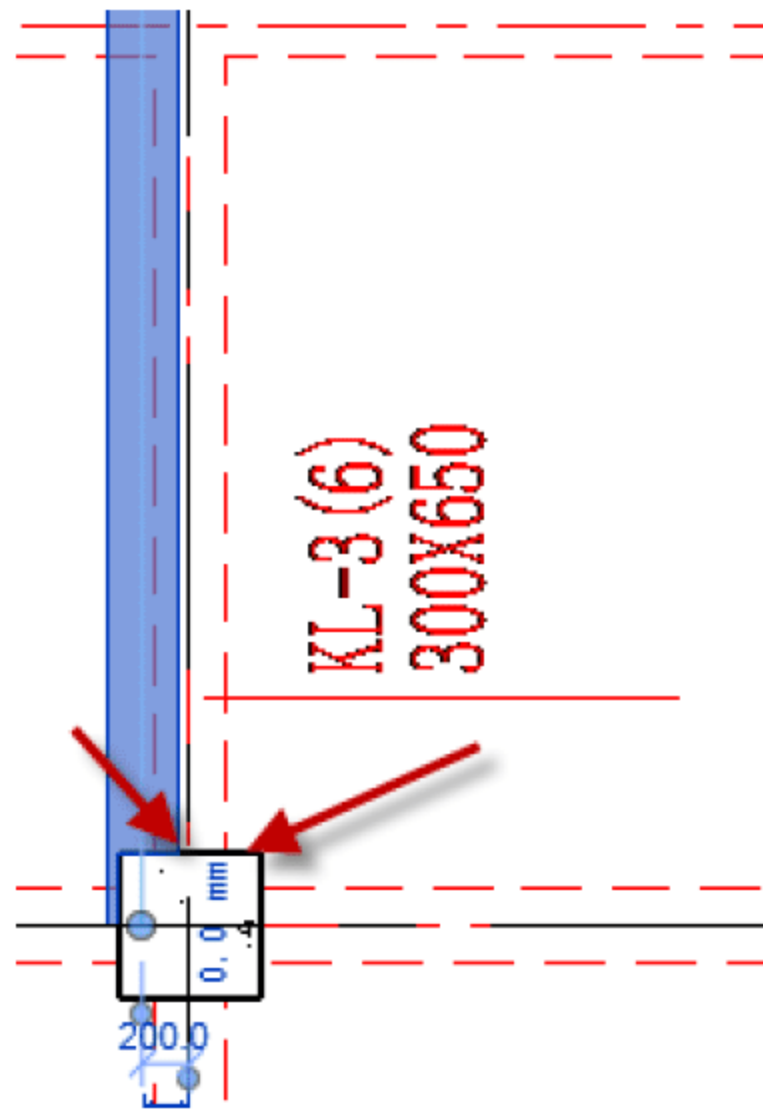

图 4.2.35 调整矩形梁的位置
- (10) 调整矩形梁 KL-3 的位置，选中矩形梁 KL-3，按快捷键 M+V，移动矩形梁的位置，使其与梁线对齐，如图 4.2.35 所示。